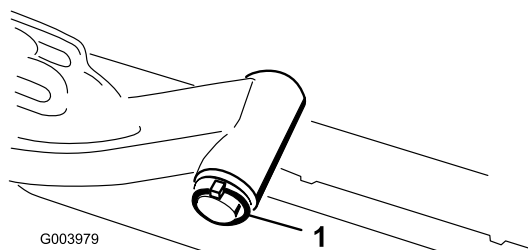

Bild 11
- A. Nehmen Sie den Klapstecker und die Scheibe ab, mit denen die Gelenkwelle des Hubarms am Hubarm befestigt ist. Schieben Sie die Gelenkwelle des Hubarms aus dem Hubarm (**Bild 11**).
- C. Setzen Sie die Hubarmwelle in den Hubarm ein und befestigen Sie sie mit der Scheibe und dem Klapstecker (**Bild 11**).